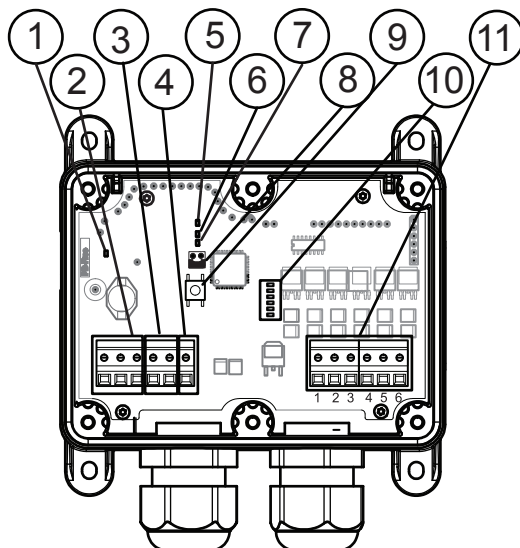
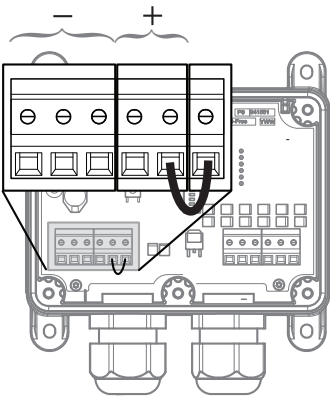

Abbildung 1. Modell Sesam 800 RXM - Anzeigen, Anschlüsse und Jumper
Abbildung 3. Konfiguration der internen Stromversorgung der Leistungsausgänge
Das Modell Sesam 800 RXM besitzt LED-Leuchten, die verschiedene Parameter anzeigen (die Anordnung der LED-Leuchten ist in Abbildung 1 dargestellt).
Schließen Sie die zu steuernde Maschine an die Ausgangsklemmen 1-6 (siehe ⑪ in Abb. 1) und die Masse der Maschine an Position 2 an (siehe ② in Abb. 1). Falls die Ausgänge mit derselben 12-24 V Gleichspannungsversorgung wie der Empfänger gespeist werden sollen, müssen Sie zwischen Eingang der Ausgangsleistung (SW) und Plus (+) 12-24 V DC mit einem 0,75 mm² Kabel einen Jumper anschließen (siehe Abb. 3).
Vorsicht! Sämtliche Ausgänge müssen vor der Konfiguration deaktiviert werden. Trennen Sie dazu die Anschlussklemme der Ausgangsstromversorgung (SW, siehe Abb. 3).
2. Klemmen Sie die Stromversorgungsklemme der Ausgänge ab, siehe Abbildung 3.